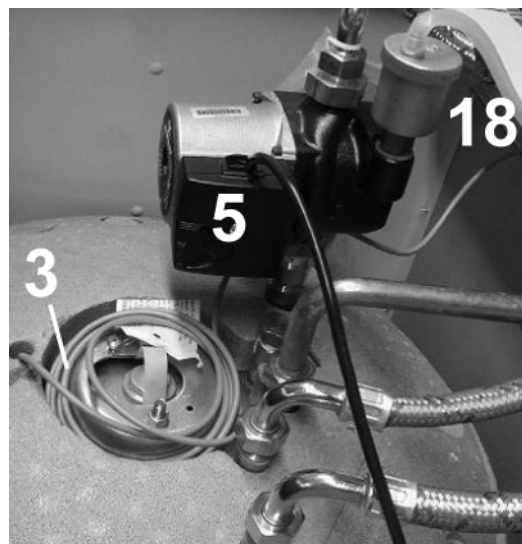

Fig. 6
6.2 Aansluiting aan klemmenblok (fig. 6 en 7)
De elektrische aansluiting van de sanitaire laadpomp (fig. 6, nr. 5) en van de sanitaire sensor (fig. 6, nr. 3) aan de boiler, gebeurt aan de klemmenblok (4) op de achterkant van het besturingspaneel (1) van de ketel FCX.
- Verwijder de bovenste afdekplaat (A).
- De 2 bevestigingsschroeven (K) van de afdekkap (9) losdraaien.
- Verwijder de beschermkap (9) van de klemmenblok.
- De diverse elektrische aansluitingen aan de klemmenblok (4) uitvoeren.
6.2 Raccordement au bornier (fig. 6 et 7)
Le raccordement électrique de la pompe de charge sanitaire (fig. 6, n°. 5) et de la sonde sanitaire (fig. 6, n°. 3) du ballon s'effectue au bornier de raccordement (4) situé derrière le tableau de commande (1) de la chaudière FCX.
- Oter le dessus de l'habillage (A).
- Dévisser les 2 vis de fixation (K) du capot de protection (9).
- Oter le capot de protection du bornier (9).
- Effectuer les divers raccordements électriques au bornier (4).
6.2.1 Sanitaire sensor (fig. 6)
- De kabel van de sanitaire sensor door de opening (18) van de boiler steken. Leg hem dan in de kabelgoot van de ketel.
6.2.1 Sonde sanitaire (fig. 6)
- Faire passer le câble de la sonde sanitaire dans l'orifice (18) du ballon puis dans la goulotte des sondes de la chaudière.
6.2.2 Sanitaire laadpomp (fig. 6 en 9)
- ▶ De kabel van de sanitaire laadpomp door de opening (18) van de boiler steken. Leg hem dan in de kabelgoot 230 V van de ketel.
6.2.2 Pompe de charge sanitaire (fig. 6 et 9)
- ▶ Faire passer le câble de la pompe de charge sanitaire dans l'orifice (18) du ballon, puis dans la goulotte des câbles 230 V de la chaudière.